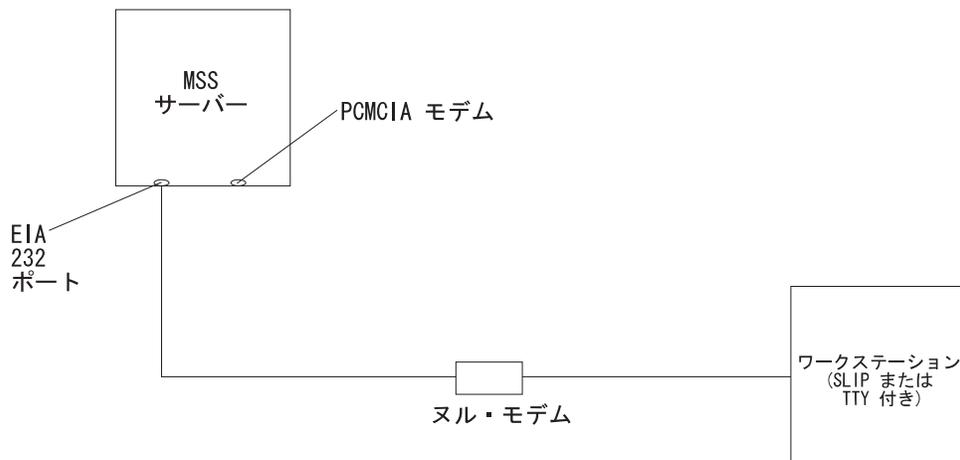

図1. EIA-232 ポートへのローカル・シリアル接続
- EIA-232 232 サービス・ポートに接続されたヌル・モデム・ケーブルを介したローカル接続 (10ページの図1 を参照)